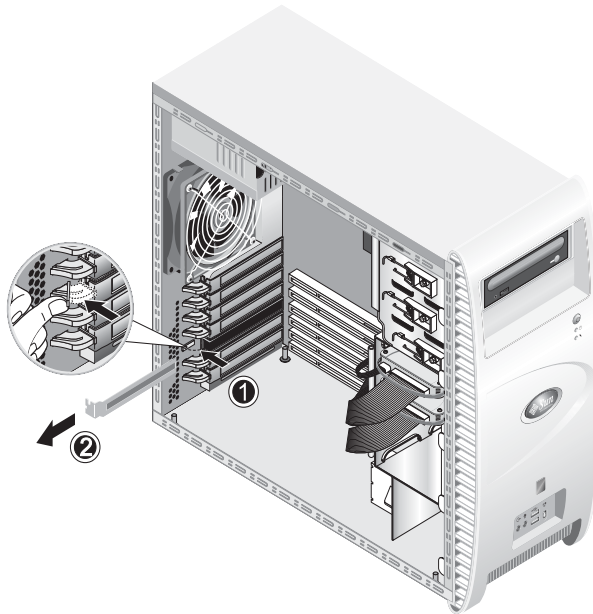

BILD 4-15 Ta bort täckplåten för en PCI-kortplats
5. **Tryck från insidan av chassit ihop den blå läsklämman (som låser fast täckplåten för den valda kortplatsen) tills den går igenom öppningen på baksidan (se (1) i BILD 4-15). Vrid sedan klämman utåt.**
6. **Dra ut täckplåten (se (2) i BILD 4-15).**